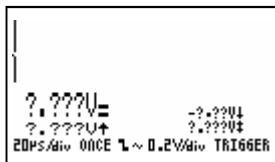

Fig 60a
- ‘once’ = single sampling (fig. 60a & 60b)
- ‘once’ = eenmalige bemonstering (fig 60a & 60b)
- ‘once’ = synchronisation unique (fig 60a & 60b)
- ‘once’ = einmaliges Sampling (fig 60a & 60b)